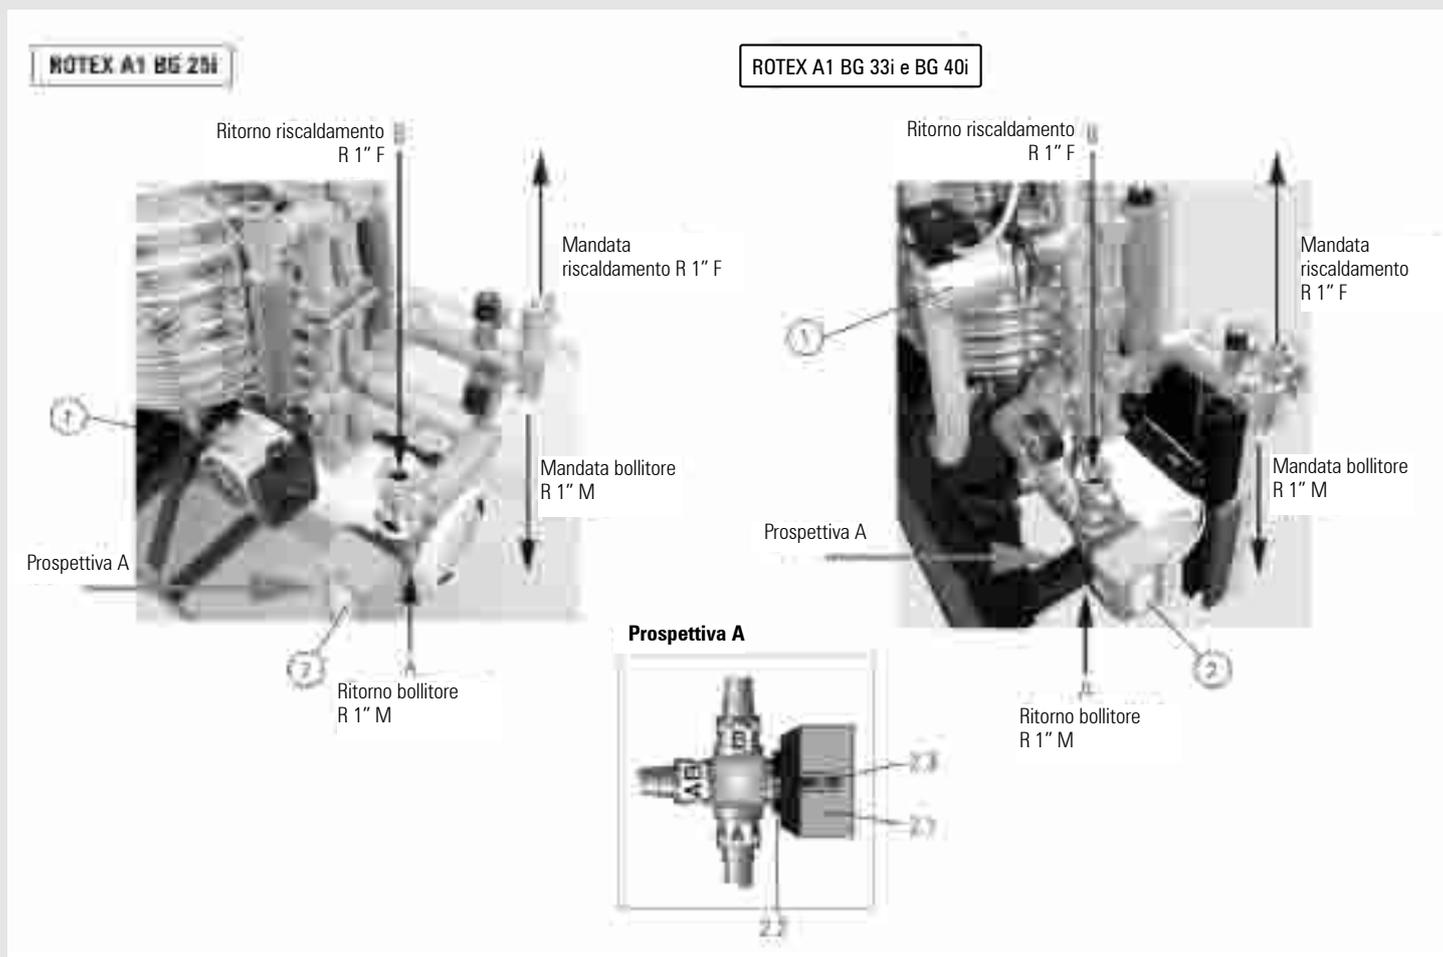

Fig. 5.1: gruppo di collegamento integrato
La pompa di circolazione (**pos. 1 in fig.5.1**) spinge la quantità necessaria attraverso la caldaia e attraverso il circuito attivo (termoaccumulatore o riscaldamento). La valvola di commutazione (**pos. 2 in fig. 5.1**) attiva a seconda delle richieste provenienti dalla regolazione della caldaia il circuito di riscaldamento o il circuito del termoaccumulatore.
Nota bene: per il funzionamento di emergenza, in caso di valvola di commutazione difettosa, è possibile togliere la testa del motore (**pos. 2.1 in fig.5.1**) dopo averla sbloccata premendo sul pulsante (**pos.2.2 in fig. 5.1**) e ruotando la testa in senso antiorario di un quarto di giro.
Per il temporaneo funzionamento parallelo in manuale di riscaldamento e termoaccumulatore la valvola di commutazione dopo essere stata staccata dalla corrente può essere bloccata puntando il pulsante sulla posizione intermedia (**pos. 2.3 in fig. 5.1**).